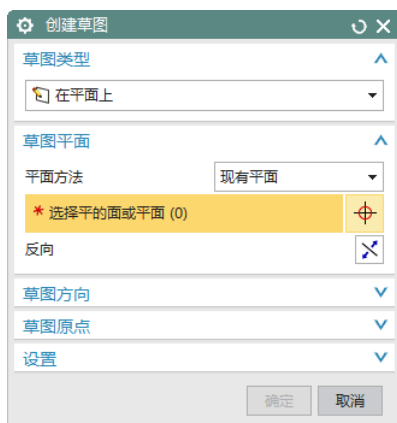
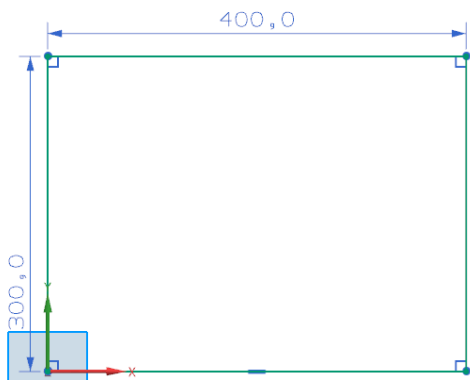

图 11-163 “创建草图”对话框
图 11-164 绘制草图
(2) 在“类型”下拉列表框中选择“基本”，单击“绘制截面”按钮, 打开图 11-163 所示的“创建草图”对话框。设置“XC-YC 平面”为参考平面，单击“确定”按钮，进入草图绘制环境，绘制图 11-164 所示的草图。单击“完成”按钮, 草图绘制完毕。